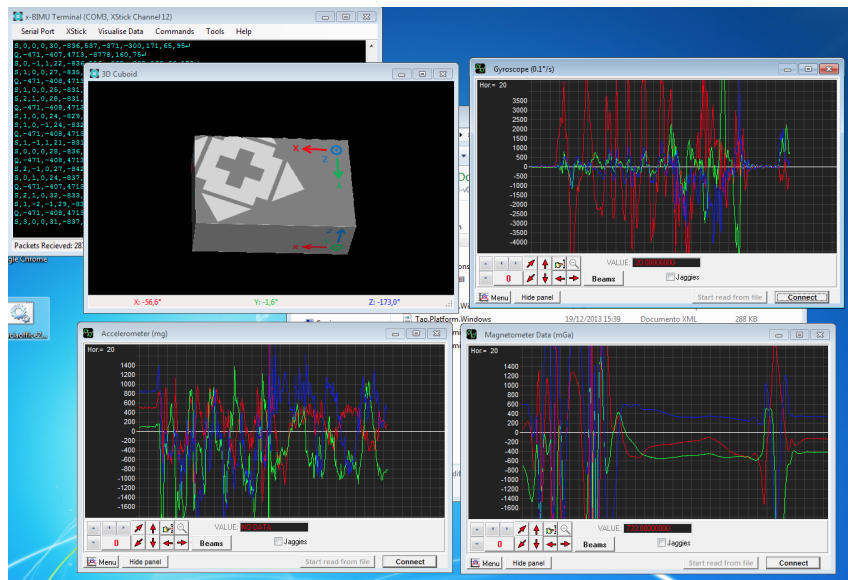

Figura 7: Visualización de datos desde TERMINAL
1. Para visualizar los datos, utilice el menú que despliega ‘Visualise Data’ de la ventana principal de TERMINAL. Los comandos que se despliegan permiten visualizar el movimiento de x-BIMU en el espacio 3D (Quaternion), los valores de giróscopo (Gyroscope), acelerómetro (Accelerometer), magnetómetro (Magnetometer), batería (Battery). Tal y como puede ver en la Figura 7, cada uno de estos comandos abre una ventana donde se muestra gráficamente los datos capturados en *casí* tiempo real. Los colores indican la componente representada: *rojo-X*, *verde-Y* y *azul-Z*. El alumno puede cambiar la escala de la gráfica con las flechas $\leftarrow \uparrow \downarrow \rightarrow$ de la ventana de la gráfica.